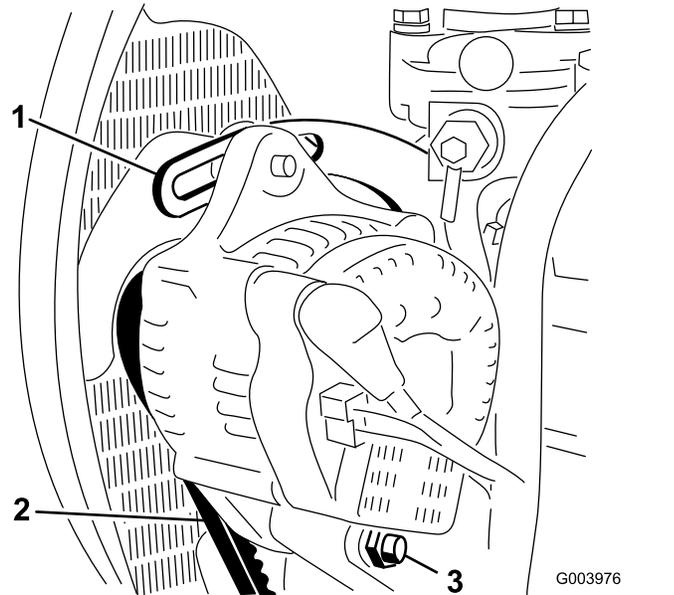

図 115
3. オルタネータ側プーリとクランクシャフト側プーリ間の中央部でオルタネータベルト 図 115 を指で 10kg 程度の力で押してベルトの張りを点検する。
4. オルタネータをブレースに固定しているボルトと、オルタネータのピボットボルトをゆるめる 図 115。